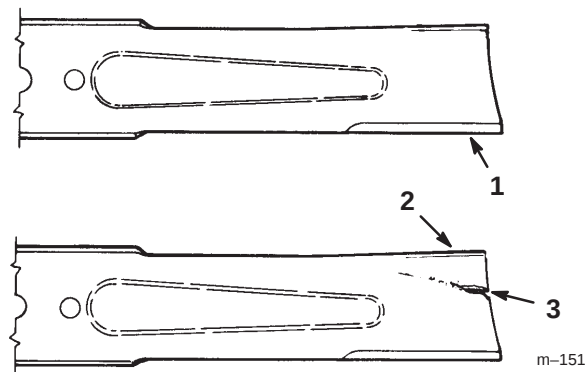

Figure 28
1. Inspectez les tranchants des lames (Fig. 28).
2. Inspectez les lames, surtout la partie incurvée (Fig. 28).
Remarque : Remplacez immédiatement toute lame endommagée, usée ou qui présente une entaille (repère 3 de la Fig. 28).